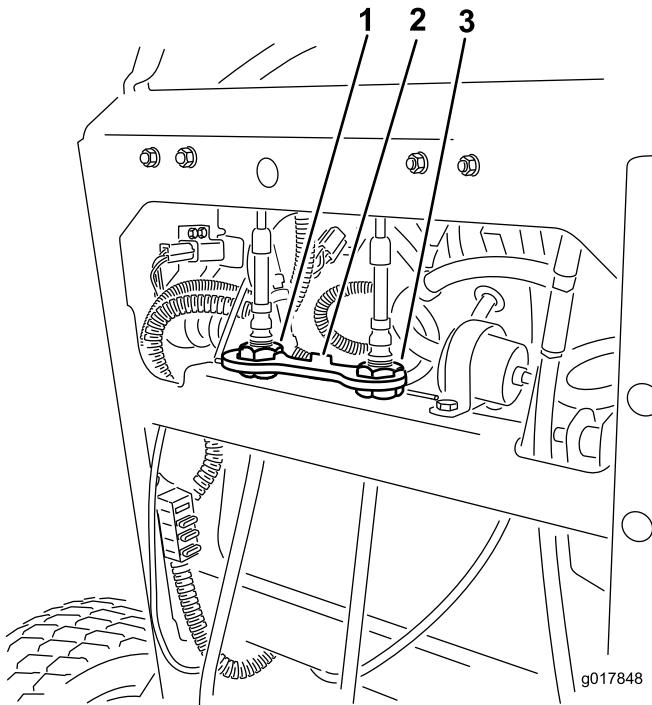

Figura 55
- Gire la rueda de ajuste del cable derecho hasta que la palanca de control de movimiento derecha quede posicionado en el centro de la ranura de bloqueo/punto muerto del panel de control (Figura 55).